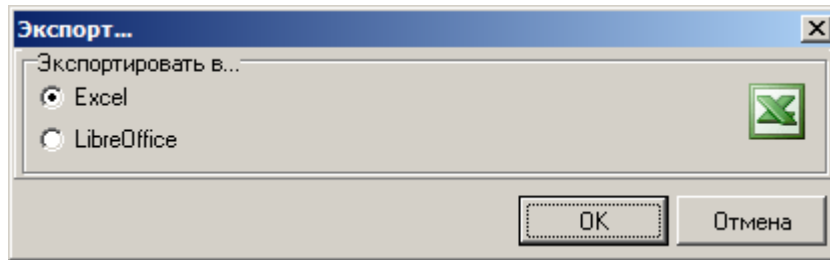

Рис. 2. Окно Экспорт...
2. В окне **Экспорт...** укажите программу, в которую будет произведен экспорт (см. рис. 2).